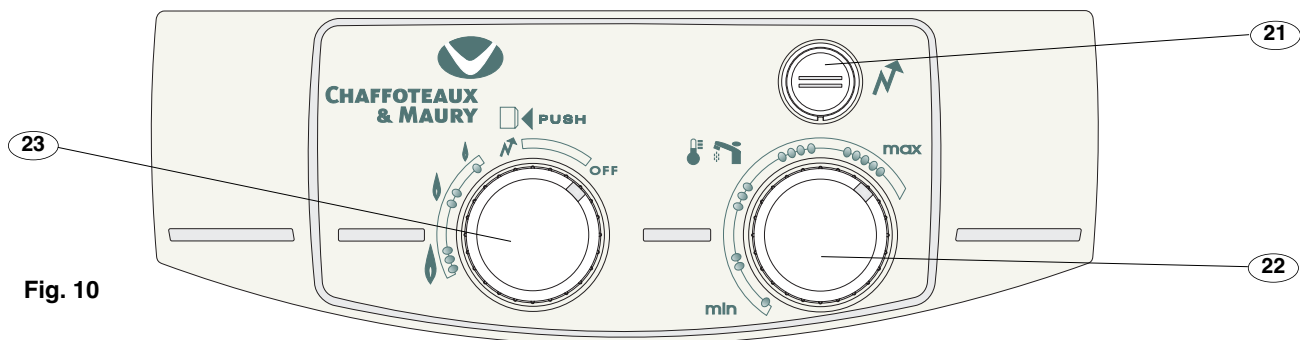

Fig. 10
- Retirer les boutons gaz (23) et sélecteur de température (22) (fig.10) en tirant vers soi
Placer le bouton gaz **(23)** en position "N" (fig. 10).
La veilleuse étant allumée, maintenir le bouton gaz **(23)** quelque seconde en position "N" pour armer la sécurité thermocouple puis amener le bouton **(23)** dans la plage "0" à "1" (fig. 10).